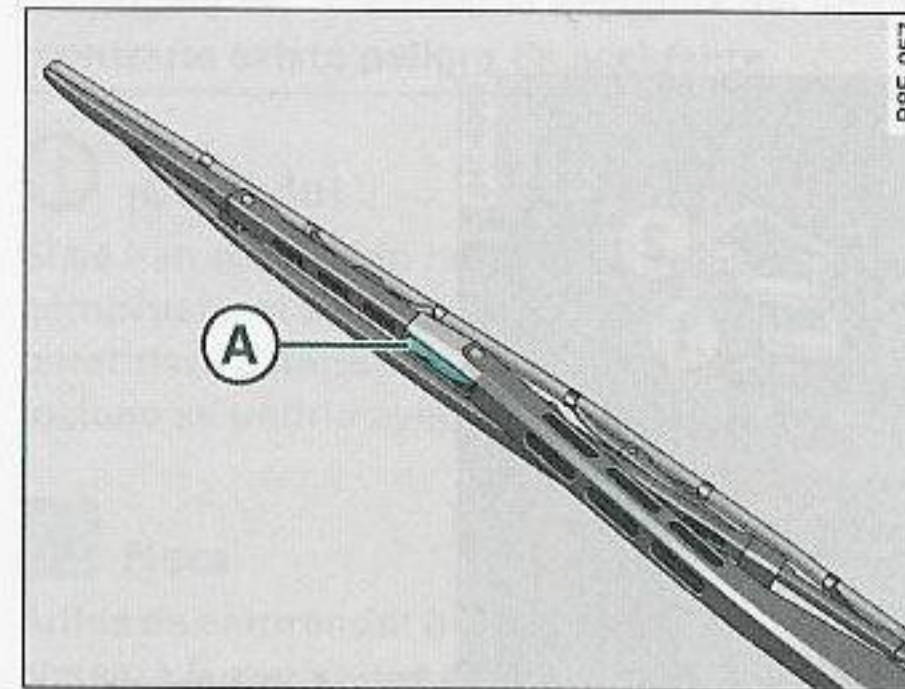

Fig. 78 Extraer la escobilla
- Presione la tecla (A) ⇒ página 94, fig. 78.